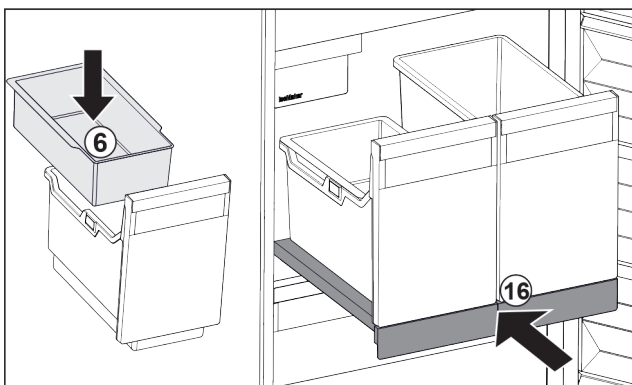

Fig. 107
- ▶ Поставете окачващата се поставка Fig. 107 (6) за ледени кубчета.
- ▶ Вкарайте изтеглящата се дъска със съдовете (IceTower). Fig. 107 (16)